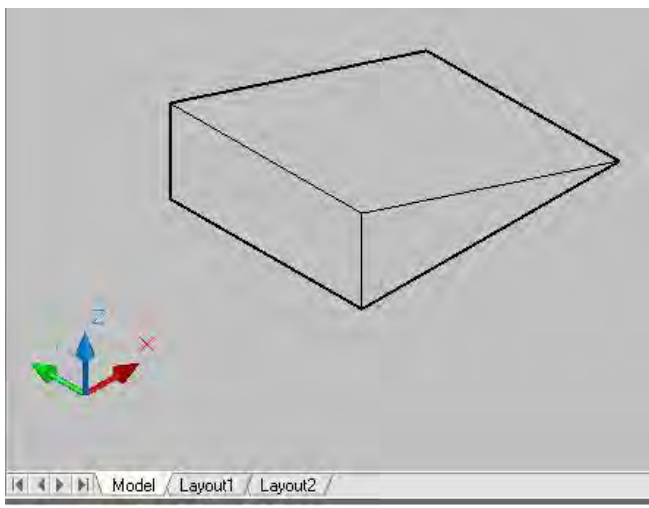

Рис. 2.6. Тело, сформированное командой Wedge
**КЛИН.** Команда WEDGE формирует твердотельный *клин* (рис. 2.6).